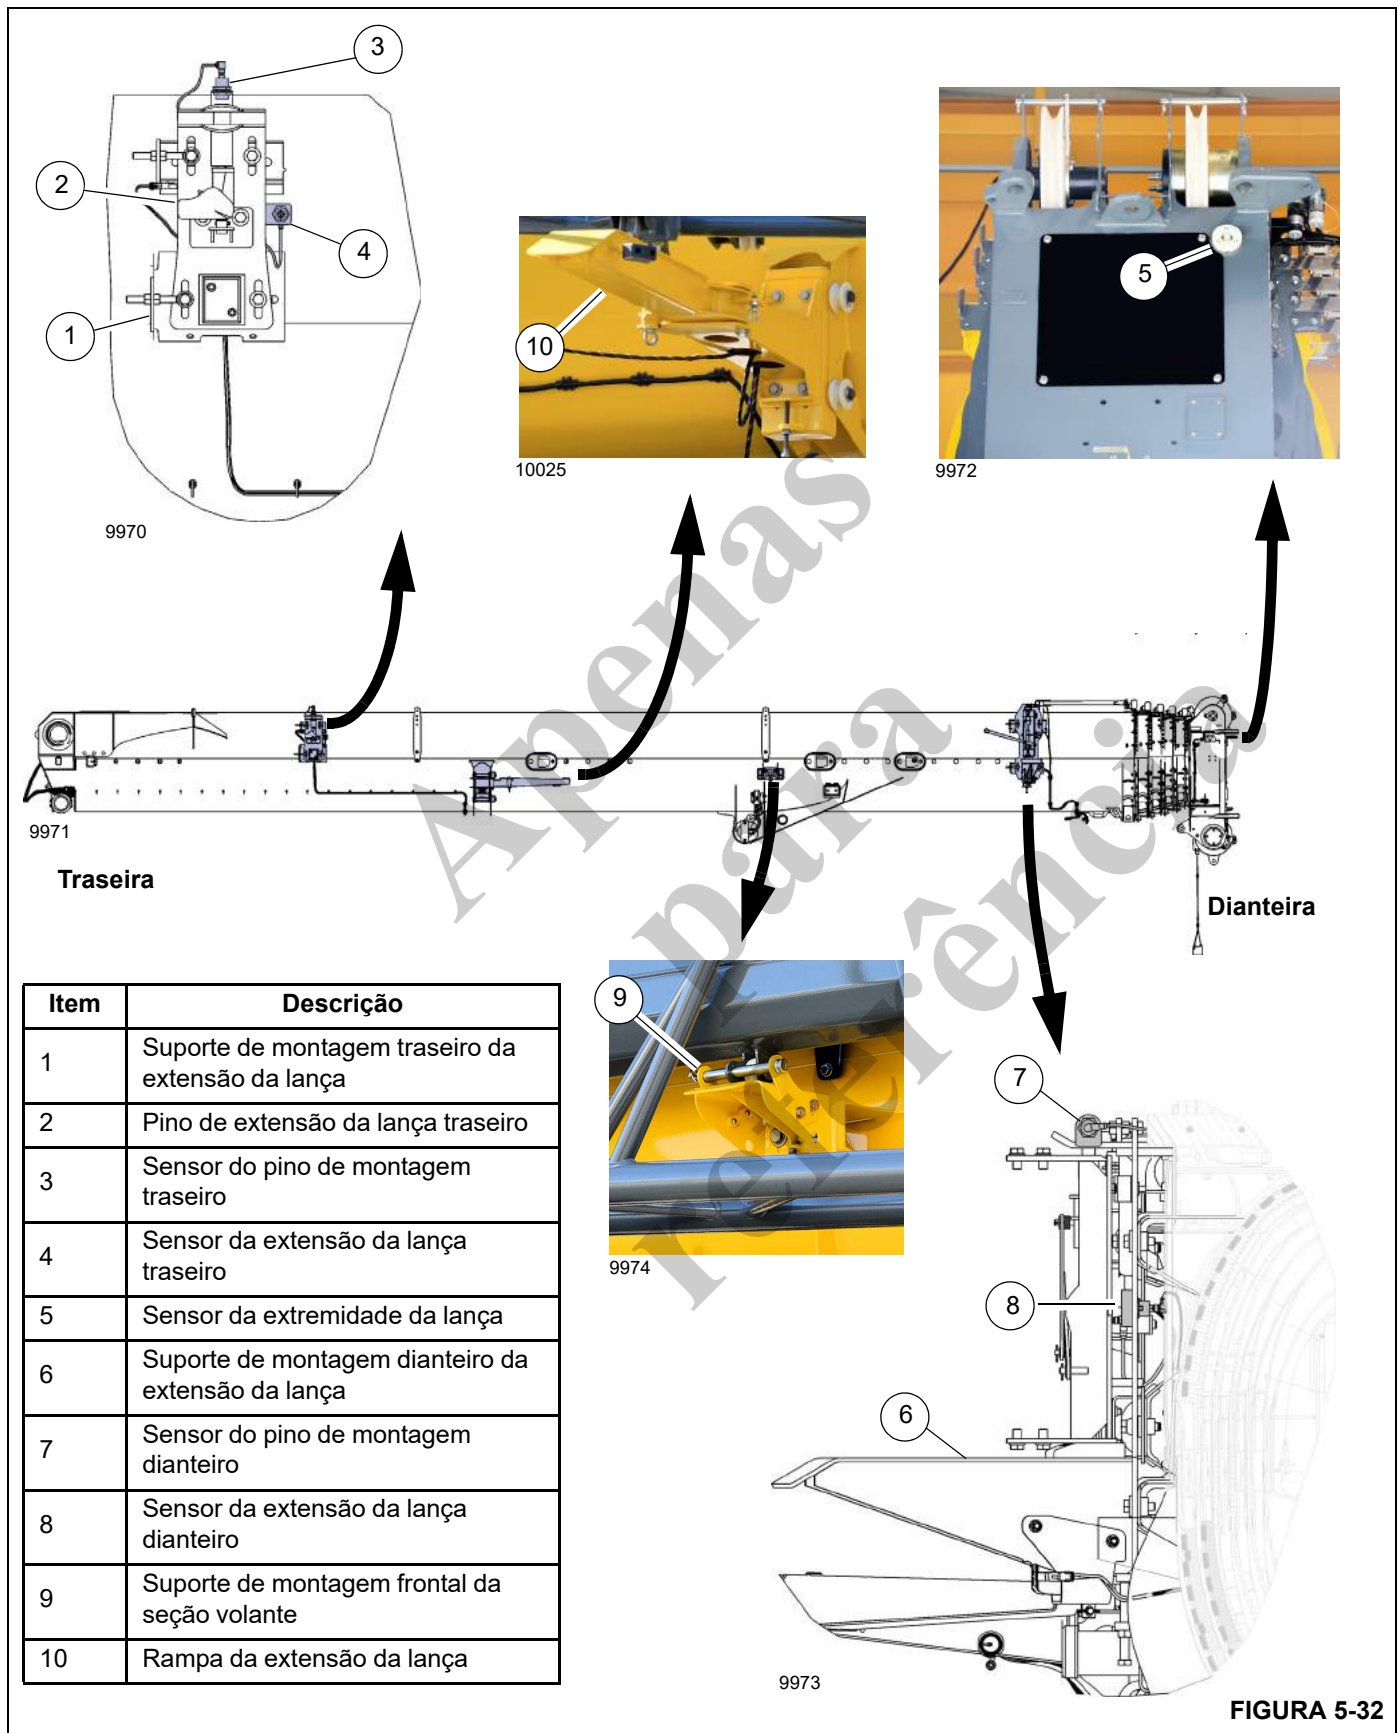

FIGURA 5-32
- Suporte de montagem traseiro da extensão da lança — Localizado mais próximo da cabine da superestrutura está o suporte de montagem traseiro da extensão da lança (1, Figura 5-32). A seção da base da extensão da lança está presa à seção volante. A seção volante está presa ao lado da seção da base da lança com o pino acionado eletricamente.
- Suporte de montagem dianteiro da extensão da lança — Localizado mais próximo da extremidade da lança é o suporte de montagem dianteiro da extensão da lança (6, Figura 5-32). O pino do suporte de montagem dianteiro é acionado com o mecanismo de acionamento da extensão da lança. Para obter mais informações, consulte *Mecanismo de intertravamento do pino de extensão da lança*, página 5-49.
- Suporte de montagem frontal da seção volante — Localizado próximo ao pino do cilindro de elevação. O suporte frontal da seção volante (9, Figura 5-32) prende a seção volante à lança principal.
- Sensor do pino de montagem traseiro (3, Figura 5-32) — Envia um sinal para o sistema de controle quando o pino de extensão da lança traseiro está instalado no suporte de montagem da extensão da lança. O pino de montagem traseiro é controlado eletricamente a partir do ODM na cabine do operador.
- Sensor lateral traseiro (4, Figura 5-32) — Envia um sinal para o sistema de controle quando a seção volante da extensão da lança está na posição de retração ao lado da base da lança.
- Sensor do pino de montagem frontal (7, Figura 5-32) — Envia um sinal para o sistema de controle quando o pino de extensão da lança frontal está estendido no suporte de montagem da extensão da lança frontal. O pino de montagem dianteiro é controlado eletricamente a partir do ODM na cabine do operador. Para obter mais informações, consulte *Mecanismo de intertravamento do pino de extensão da lança*, página 5-49.
- Sensor lateral dianteiro (8, Figura 5-32) — Envia um sinal para o sistema de controle quando a extensão da lança está na posição de retração ao lado da base da lança.
- Sensor da extremidade da lança (5, Figura 5-32) — Envia um sinal para o sistema de controle quando a extensão da lança está na posição acionada.